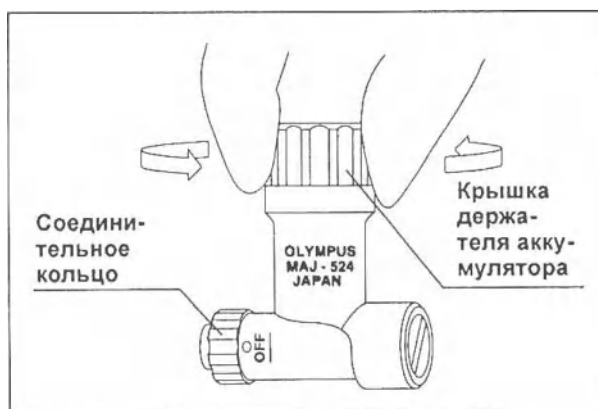

Рис. 3.6
1. Поверните крышку держателя аккумулятора против часовой стрелки и снимите ее (см. Рис. 3.6).